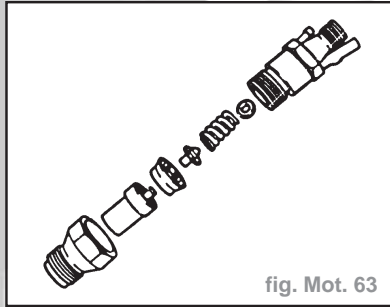

fig. Mot. 63
- Placer le gicleur d'injection et toutes les autres pièces dans le porte-gicleur (fig. Mot. 63).